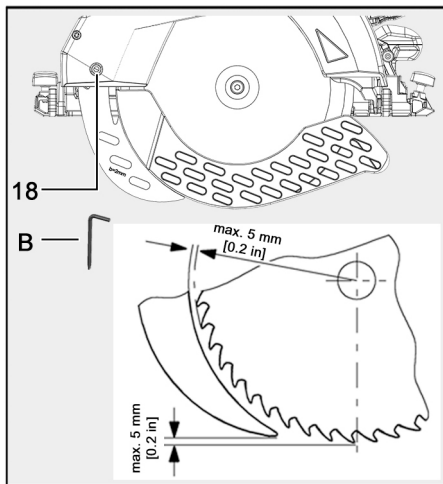

Fig. 54: Distancia de la cuña de partir a la hoja de sierra
- Respetar la distancia máxima con el disco de sierra (ver fig. 54).